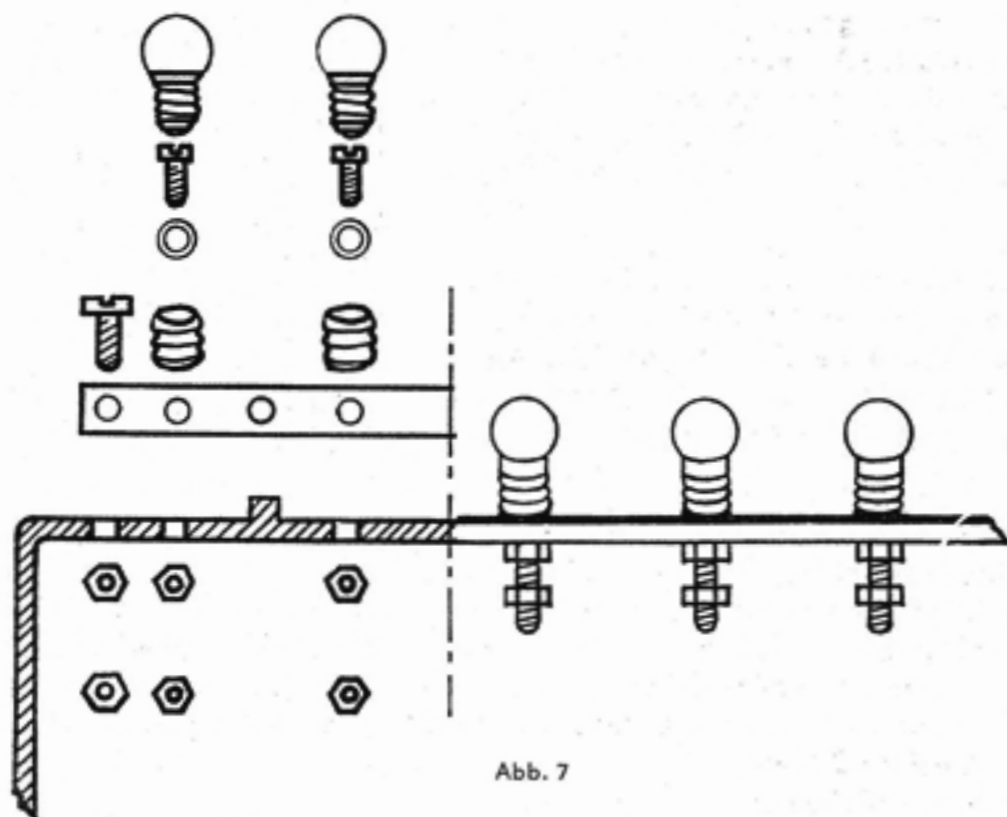

Abb. 7
Bevor wir unser Werk fortsetzen, drehen wir das Ganze wieder herum. Das Unterteil steht jetzt so, wie es später beim Spielen stehen muß. Die Montage des Lampenfeldes beginnen wir mit dem Einpassen der Kontaktleiste (9). Sie sitzt dann richtig, wenn sich die am Unterteil befindlichen vier Zäpfchen in die vier kleinen Bohrungen der Kontaktleiste einfügen. In die beiden äußersten der vierzehn großen Bohrungen stecken wir je eine Zylinderschraube (28) und sichern sie von unten mit einer Sechskantmutter (26), dazu genügt es, wenn wir das Unterteil entsprechend hochkanten, um darunterfassen zu können. Die verbleibenden zwölf Bohrungen werden gebraucht, um die Lampensockel (21) zu befestigen. Der Zusammenbau und die Befestigung der Lampensockel ist in Abbildung 7 dargestellt. Wir müssen darauf achten, daß in die Lampensockel (21) unbedingt die Isolierscheiben (30) eingelegt werden, damit die gleichzeitig zur Befestigung dienende Zylinderschraube (28) keinen Kontakt mit dem Lampensockel bekommt. Nun setzen wir nacheinander die vorbereiteten Lampensockel auf